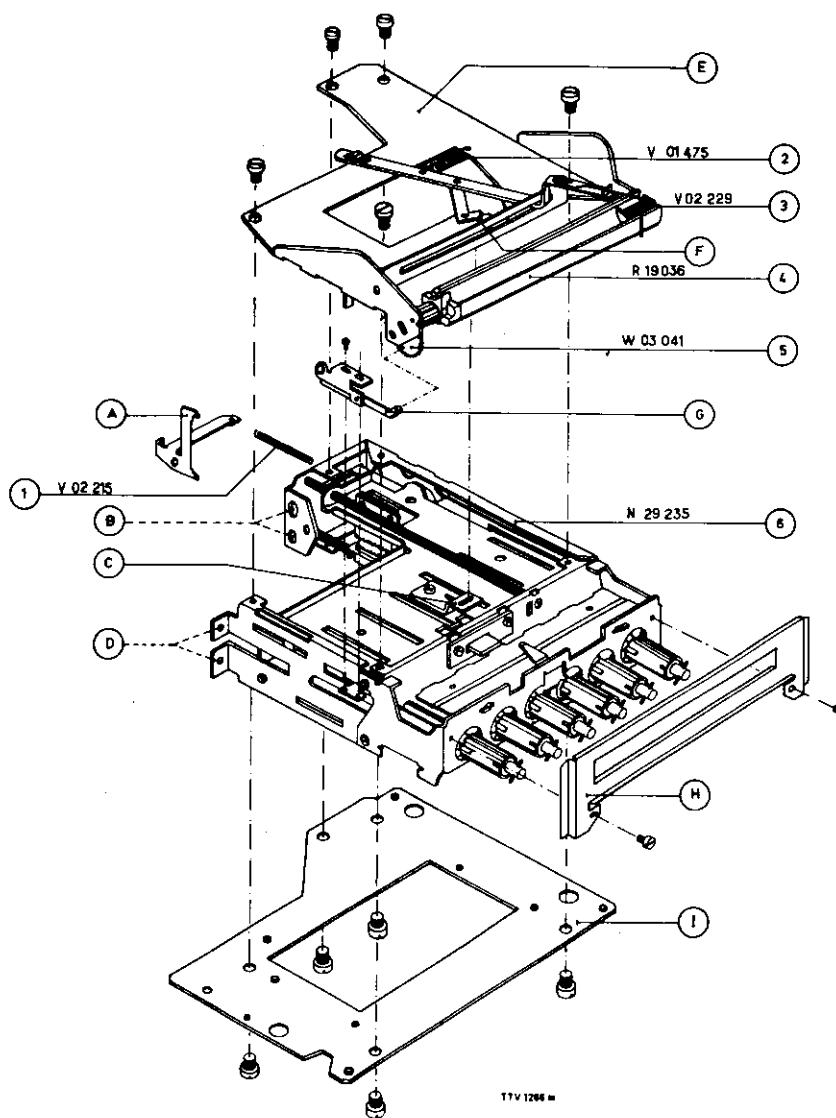

Fig. 1
- Enlever la plaque I (fig. 1).
- Dévisser les vis B et D (fig. 1), enlever le tuner défectueux.
- Révisser les vis B et D (fig. 1) sans les bloquer.
Insérer une entretoise de 1 mm (par exemple un foret de 1 mm) entre la came plastique (touche de droite) et le boîtier Q (fig. 1).
Si, après remontage de tous les composants, les chiffres ne sont pas centrés par rapport à la plaque de couverture H, on peut remédier à ceci en déplaçant légèrement l'étrier G (fig. 1).
Retirer du clavier les composants A - E - H - I - G, ressort 1 (fig. 1) qui devront être remontés sur le nouveau clavier.